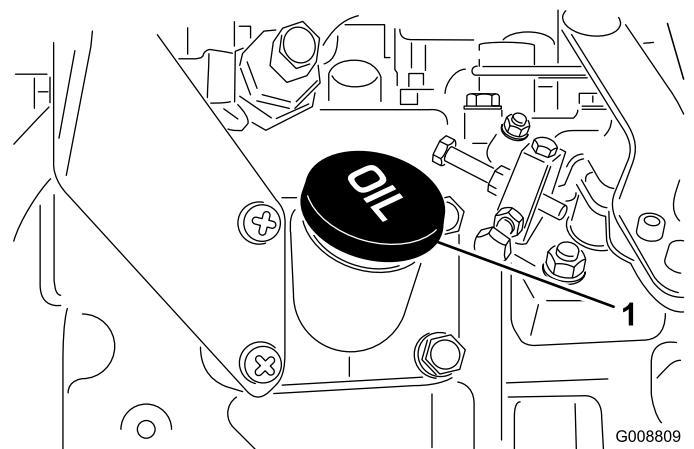

Figura 13
4. Se l'olio non raggiunge i parametri di sicurezza, togliete il tappo di riempimento (Figura 13) e aggiungete olio finché il livello non raggiunge la tacca FULL. **Non riempite troppo.**